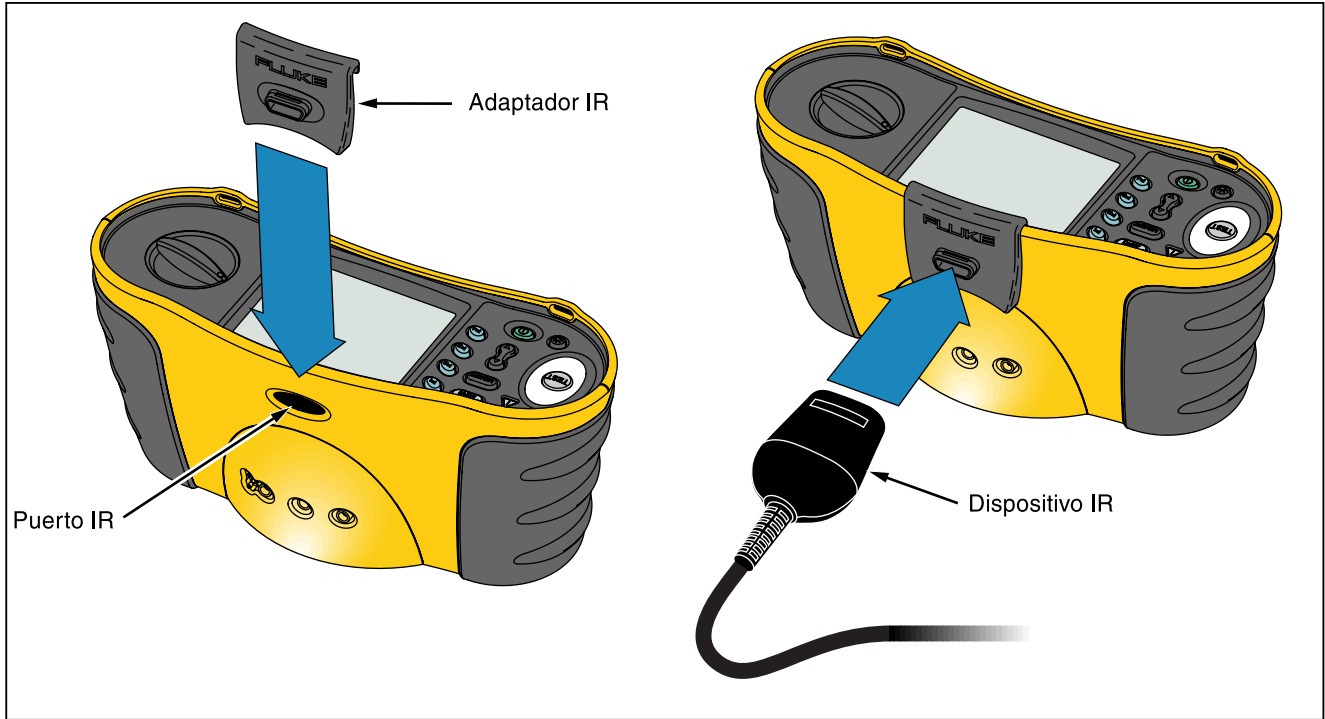

Figura 22. Conexión del adaptador IR
2. Conecte el adaptador IR y el dispositivo al comprobador como se ilustra en la figura 22. Asegúrese de alinear el adaptador IR al puerto IR del comprobador.